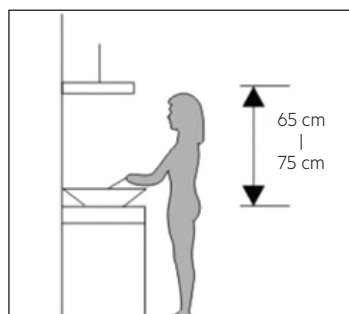

Imagen 1
1. La campana extractora debe colocarse a una distancia de 65-75 cm (26-30 pulgadas) de la superficie de cocción para lograr un mejor efecto. Consulte la Imagen 1.